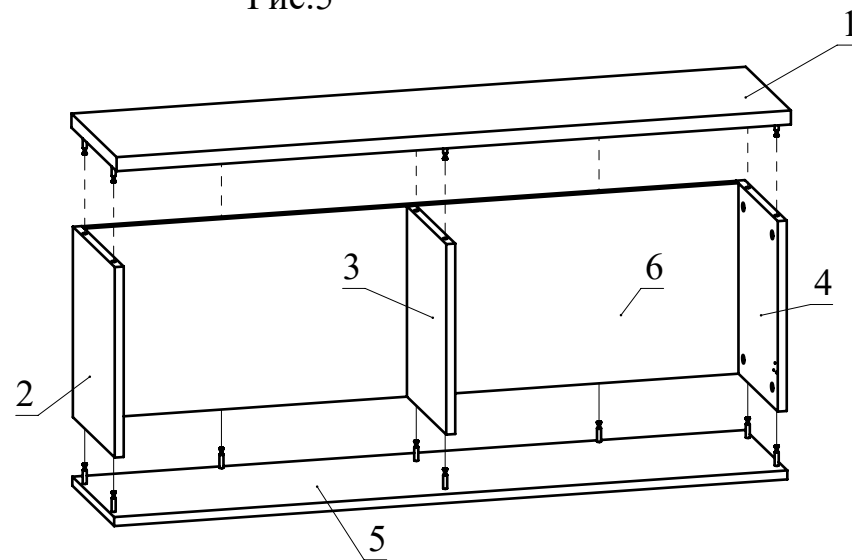

Рис.6
7. Соберите сборку согласно схемы, затягивая головки минификсов (Рис. 6).